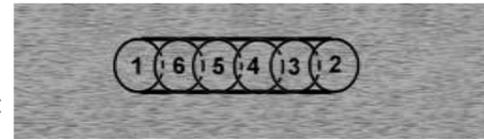

Рис. 27
13.4. При использовании пазовых фрез порядок выборки гнезда (паза) схематично показан на Рис. 27. Фрезе сначала углубляют на одном конце гнезда (1), поднимают, затем углубляют в противоположном конце гнезда (2), и не вынимая фрезы, медленно передвигают её к первому концу. За один приём можно фрезеровать гнездо глубиной не более диаметра фрезы.